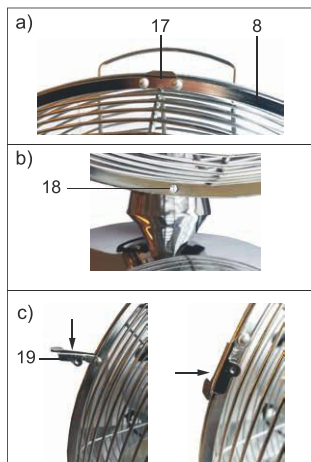

Fig.54: Montage voorste beschermrooster
18. Schuif het voorste beschermrooster (8) met de hanger (17) over de rand van het achterste beschermrooster. Afb. 54 a).
19. Controleer of de twee uitsparingen (18) aan de onderkant van de frames van de twee beschermroosters over elkaar liggen. Afb. 54 b).
20. Schuif de 4 borgklemmen (19) die aan de zijkant van het voorste beschermrooster zitten, over de frames van beide beschermroosters. Afb. 54 c)
21. Schuif de kruiskopschroef met lenskop (8a) door de uitsparingen (18) in het voorste en achterste beschermrooster.